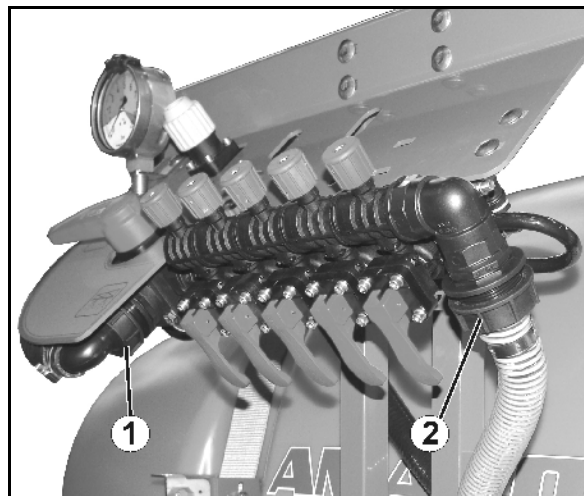

図 126
1. 減圧ホース (図 126/1) と逆流ライン (2) のスリーブナットを外し、残留分を排出してください。
4. すべてのコネクタのスプリングクリップ (1) を外します。